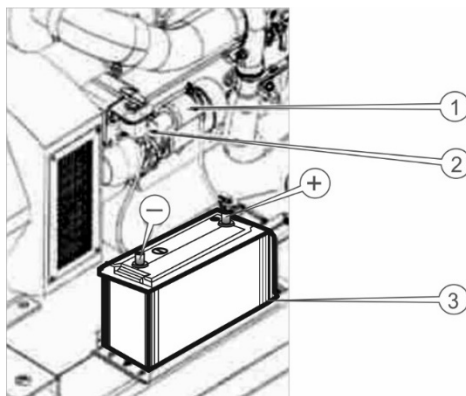

Рисунок 25. Схема розташування акумулятора.
6.11 Обслуговування акумуляторної батареї та стартера (рис. 25, 26, 27).